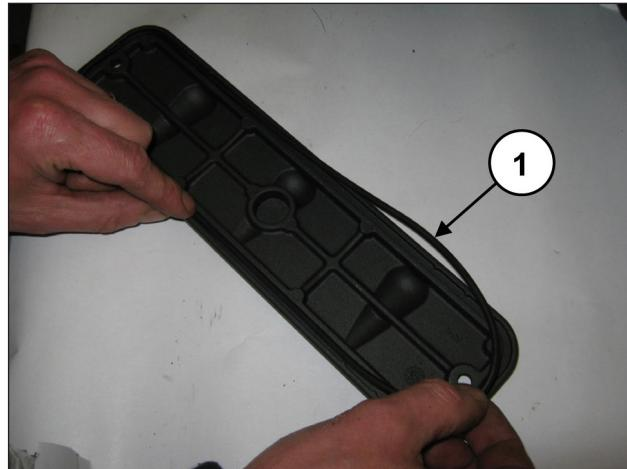
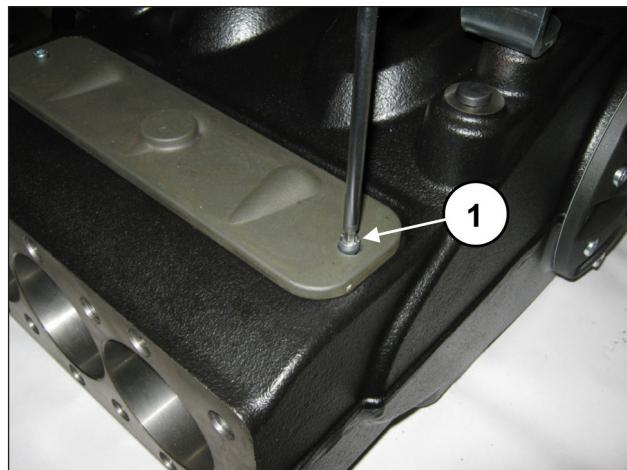

Abb. 191
Abb. 192
Setzen Sie den O-Ring (Pos. ①, Abb. 191) auf die Inspektionsdeckel und sichern Sie die Deckel mit 2 Schrauben M6x14 (Pos. ①, Abb. 192) und 2 Schrauben M6x40.